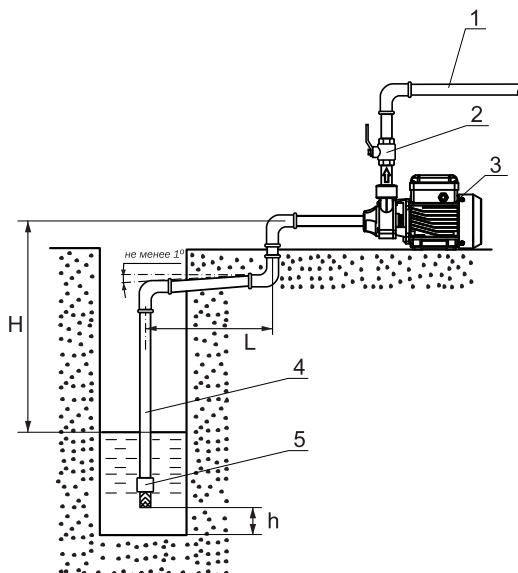
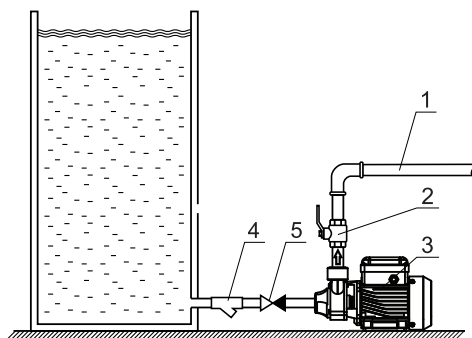

Рис.3 Подача воды из колодца
Рис.4 Подача воды из ёмкости
- В качестве всасывающей магистрали (**Рис.3, поз.4**) рекомендуется использовать жесткие металлические или пластиковые трубы, а так же несминаемые гибкие армированные шланги. Диаметр шланга или трубы должен точно соответствовать диаметру входного отверстия насосной станции.
- При монтаже всасывающей магистрали необходимо обеспечить непрерывный угол наклона от насоса к источнику водозабора не менее одного градуса к горизонту, обратные углы на всасывающей магистрали не допускаются. Монтаж всасывающей магистрали длиной более 10 метров по горизонтали (L) нежелателен, так как это приведет к уменьшению высоты всасывания. При определении высоты всасывания (H) следует учитывать падение уровня воды в колодце в засушливый период. Расстояние от дна колодца до всасывающей магистрали (h) не менее 0,3 м.
- Для облегчения заполнения насоса и всасывающей магистрали водой перед пуском и предотвращения ее вытекания из системы при отключении насоса, необходимо установить на конце всасывающей трубы обратный клапан G1" с защитной сеткой (**Рис.3, поз.5**).
- Для случаев работы насоса с подпором (вода сама поступает в насосную станцию из магистрали или емкости) (**Рис.4**) на входном патрубке насоса необходимо установить фильтр грубой очистки воды (**Рис.4, поз.4**) и обратный клапан (**Рис.4, поз.5**).
- Для насоса рекомендуется в напорной магистрали (**Рис.3, Рис.4, поз.1**) на выходном патрубке установить вентиль (**Рис.3, Рис.4, поз.2**). Он пригодится при регулировке реле давления, позволяя не отходя от насоса перекрывать и открывать напорную магистраль. Кроме того, при демонтаже насоса этот кран будет препятствовать вытеканию воды из напорной магистрали.